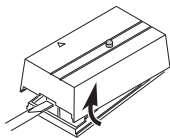
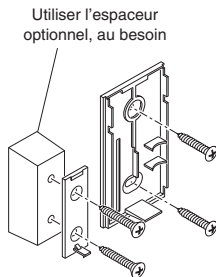

Figure 2
Figure 5
2. **Retirez du capteur la languette orange de la pile.** Ôtez la partie arrière du boîtier en enfonçant la patte du bas au moyen d'un petit tournevis (voir la Figure 2). Retirez la languette orange.
- **Au moyen de vis :** Ôtez la partie arrière du boîtier en enfonçant la patte du bas au moyen d'un petit tournevis (voir la Figure 2). *Remarque :* Enlevez les débris des trous de vis (au besoin) avant d'installer les vis. Fixez l'arrière du capteur au mur au moyen des deux courtes vis (voir la Figure 5). Remettez le capteur en place sur le socle.